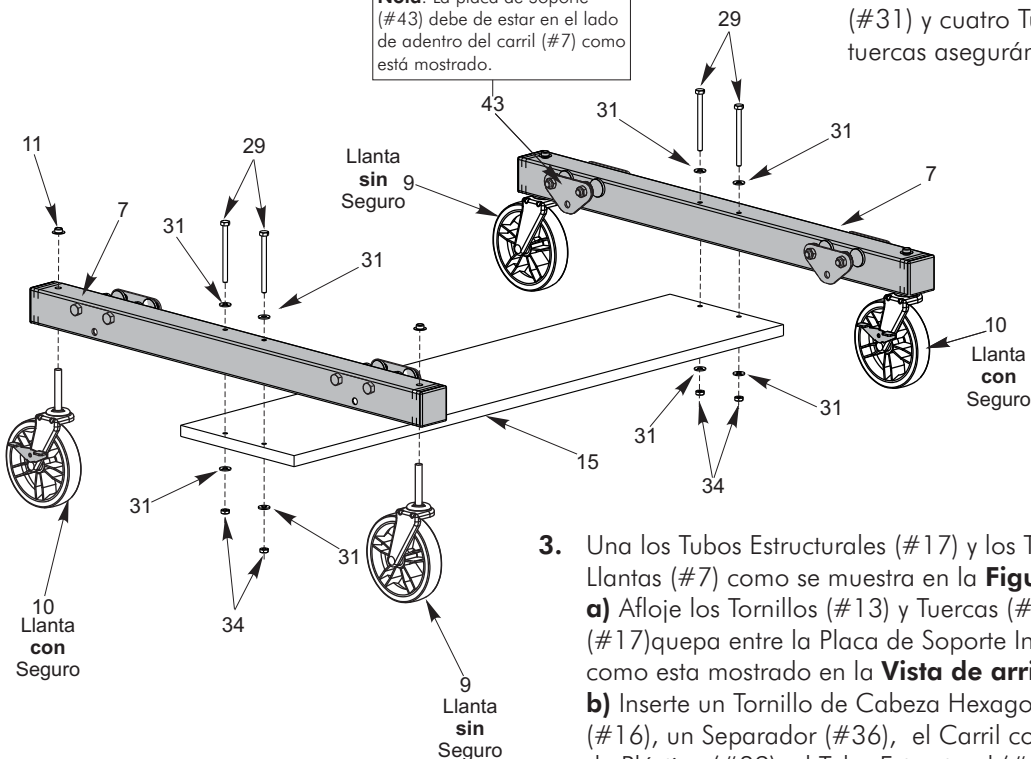

Figura 1
- Una las Llantas (#9 & 10) a los Carriles (#7). Inserte la Llanta **con** Seguro (#10) a través del Carril (#7) y asegúrela con una Contratuerca (#11) como está mostrada en la **Figura 1**. Golpee la contratuerca ligeramente con un martillo para asegurarla. En el otro extremo de el Carril instale la Llanta **sin** Seguro (#9). Asegúrese que ponga una llanta con Seguro y una llanta sin Seguro por cada Carril.
- Una la Tabla Inferior (#15) a el Carril con Llantas (#7) como se muestra en la **Figura 1**. Voltee los Carriles como están ilustrados y una la Tabla Inferior con los cuatro Tornillos Hexagonales (#29) ocho Rondanas (#31) y cuatro Tuercas de Seguridad (#34). Atornille tuercas asegurándose que estén apretadas y seguras.
2. Afloje las tuercas de mariposa (# 34) adjuntas a los tornillos (# 29) con el fin de crear suficiente espacio para alinear las dos mitades de la mesa. Ver Figura 1.